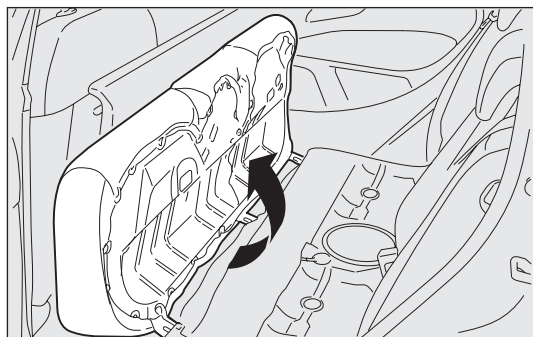

fig. 76
- ☐ ribaltare i cuscini in avanti nel senso indicato dalla freccia fig. 76;